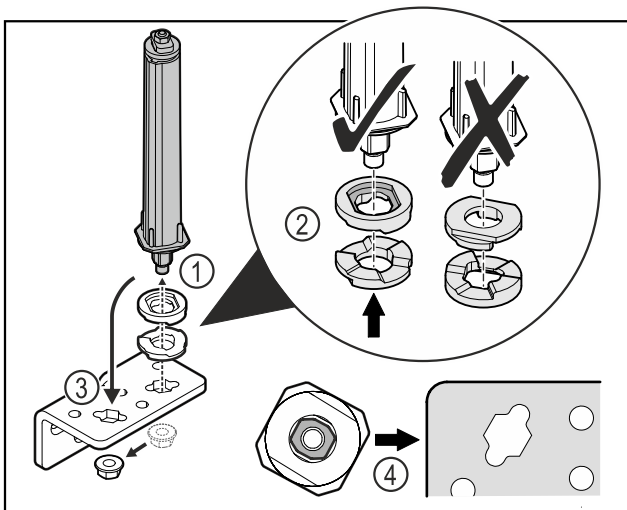

Fig. 47
- ▶ Lossa muttern och ta bort dörrlåssystemet Fig. 47 (1).
- ▶ Se till att rikta brickorna för höjdstyckning korrekt Fig. 47 (2).
- ▶ Montera om dörrlåssystemet i gångjärnsfästet och fixera med muttern Fig. 47 (3).
- ▶ Kontrollera att dörrlåssystemet är korrekt riktat vid monteringen Fig. 47 (4).